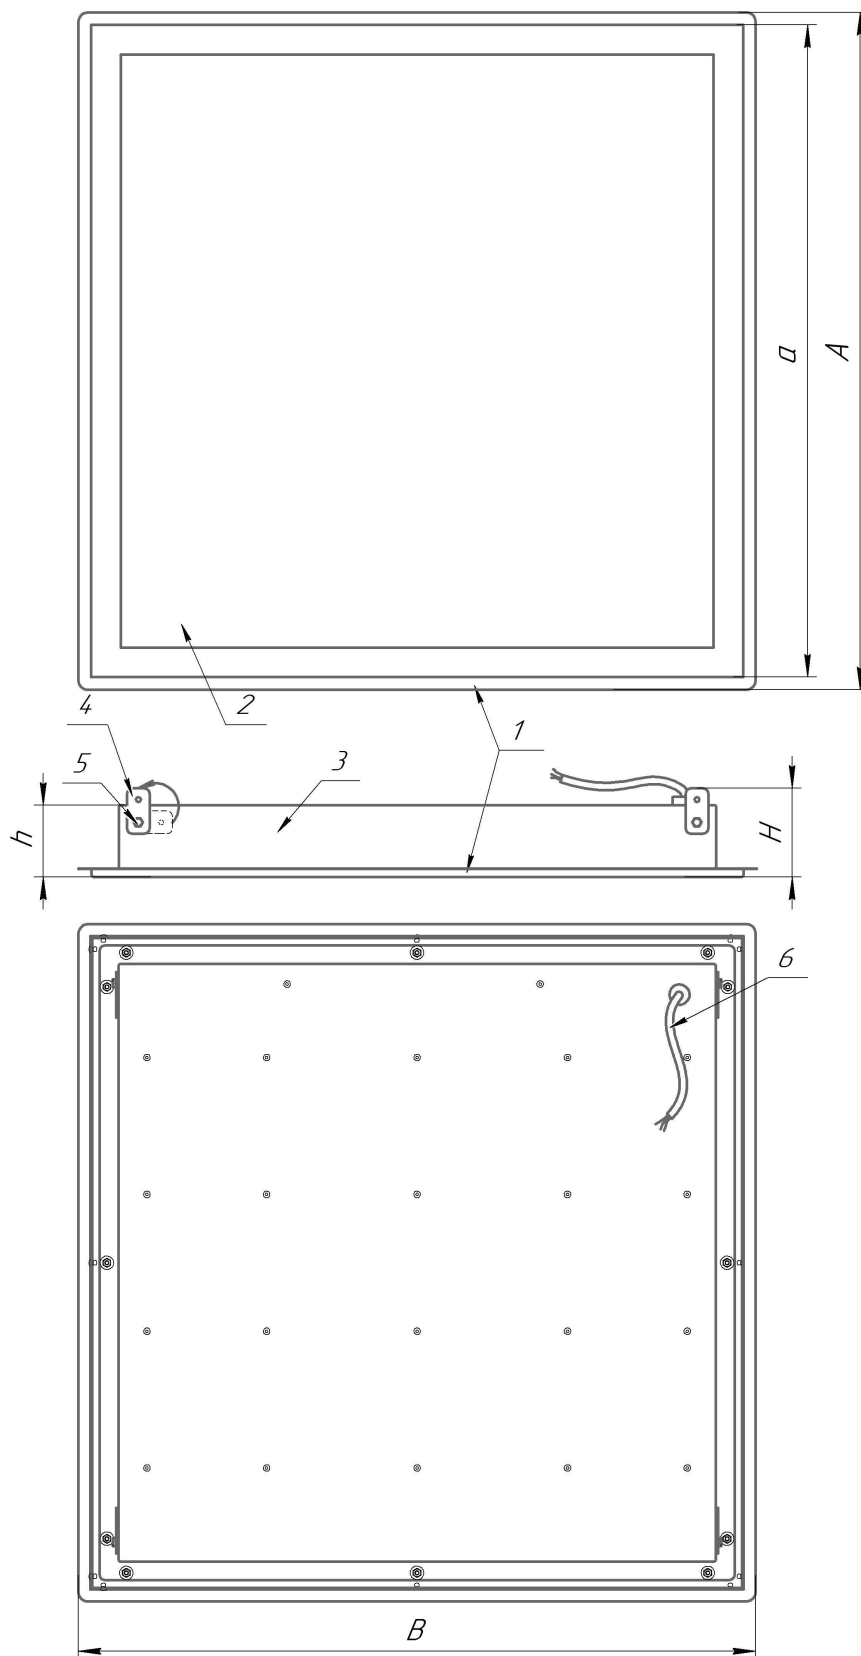
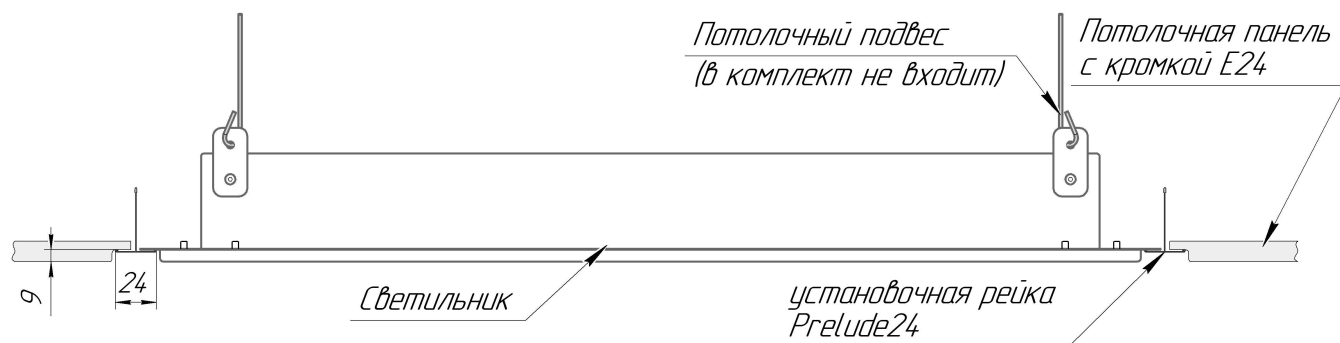

Рисунок 1 - Светильник ДВО15 Е24
Рисунок 2 - Схема установки светильника ДВО15 E24
3.2 Светильник ДВО15 Е24 (рис. 1 приложения А) состоит из обечайки поз. 1, рассеивателя поз. 2, корпуса со встроенным светодиодным модулем и источником питания поз. 3, пластин подвеса поз. 4, закреплённых болтами поз. 5, и провода поз. 6.
5.5 Ослабьте винты поз. 5, поверните пластины подвеса поз. 4 в вертикальное положение и зафиксируйте их винтами (рис. 1). Установите светильник на потолочные рейки таким же образом, как и потолочные панели (рис. 2).
5.6 Проденьте проволочные подвесы, используемые при установке несущих реек потолка, через отверстия пластин подвеса (поз. 4 рис. 1) светильника и закрепите их на запотолочной поверхности таким же образом, как и подвесы несущих реек.